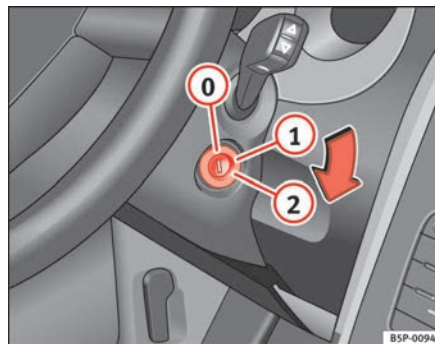

Fig. 137 Posizioni della chiave di accensione
In questa posizione ⇒ fig. 137 sia il motore che il quadro sono spenti e si può inserire il bloccasterzo.
- Girare la chiave fino alla posizione ⇒ pag. 169, fig. 137 ①. La spia  si accenderà nel caso di preincandescenza del motore.
- Quando la spia si spegne, mettere in moto girando la chiave nella posizione ②, senza dare gas.
- Girare la chiave fino alla posizione ⇒ pag. 169, fig. 137 0.